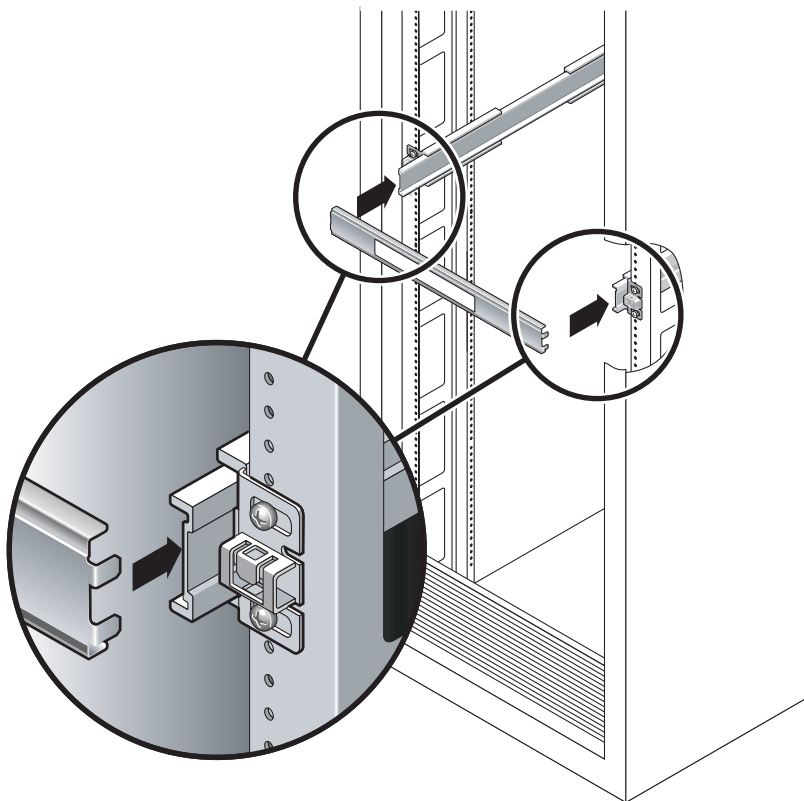

图 2-6 使用滑轨距离调整工具调整滑轨之间的距离
a. 在机架的前面，将调整工具的左侧插入左滑轨末端的插槽（图 2-6）。